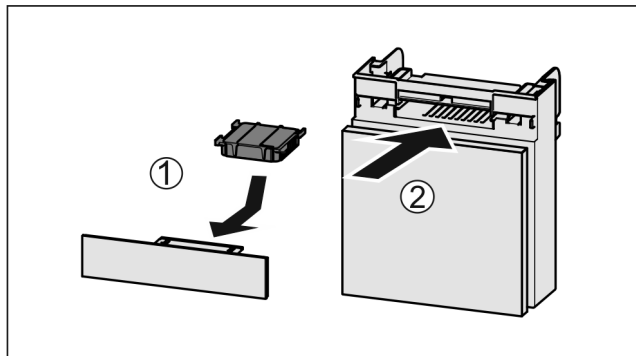

Fig. 143
- ▶ Вставити фільтр з активованого вугілля за малюнком Fig. 143 (1).
- ▶ Вставити відділення Fig. 143 (2).